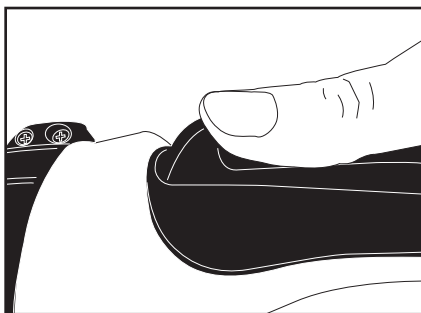

Figura 7
2. Empuje el gatillo sobre el que tiene apoyado el pulgar hacia adelante. Éste es el disparador de seguridad. (ver figura 7)